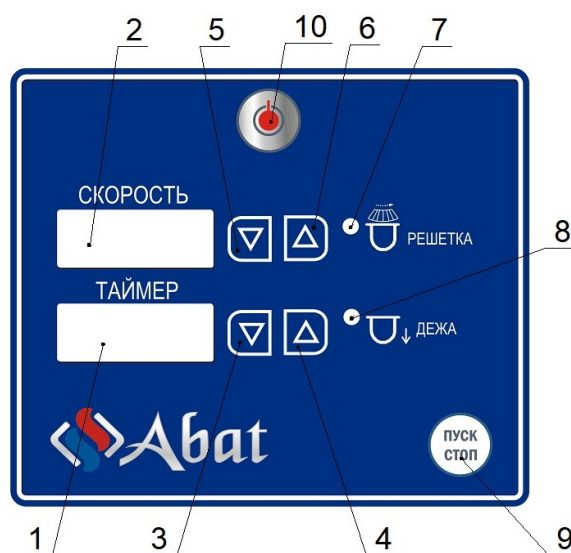

Рис. 2 Пульт управления
4.2. Управление работой миксера осуществляется с панели управления (см. рис. 2).